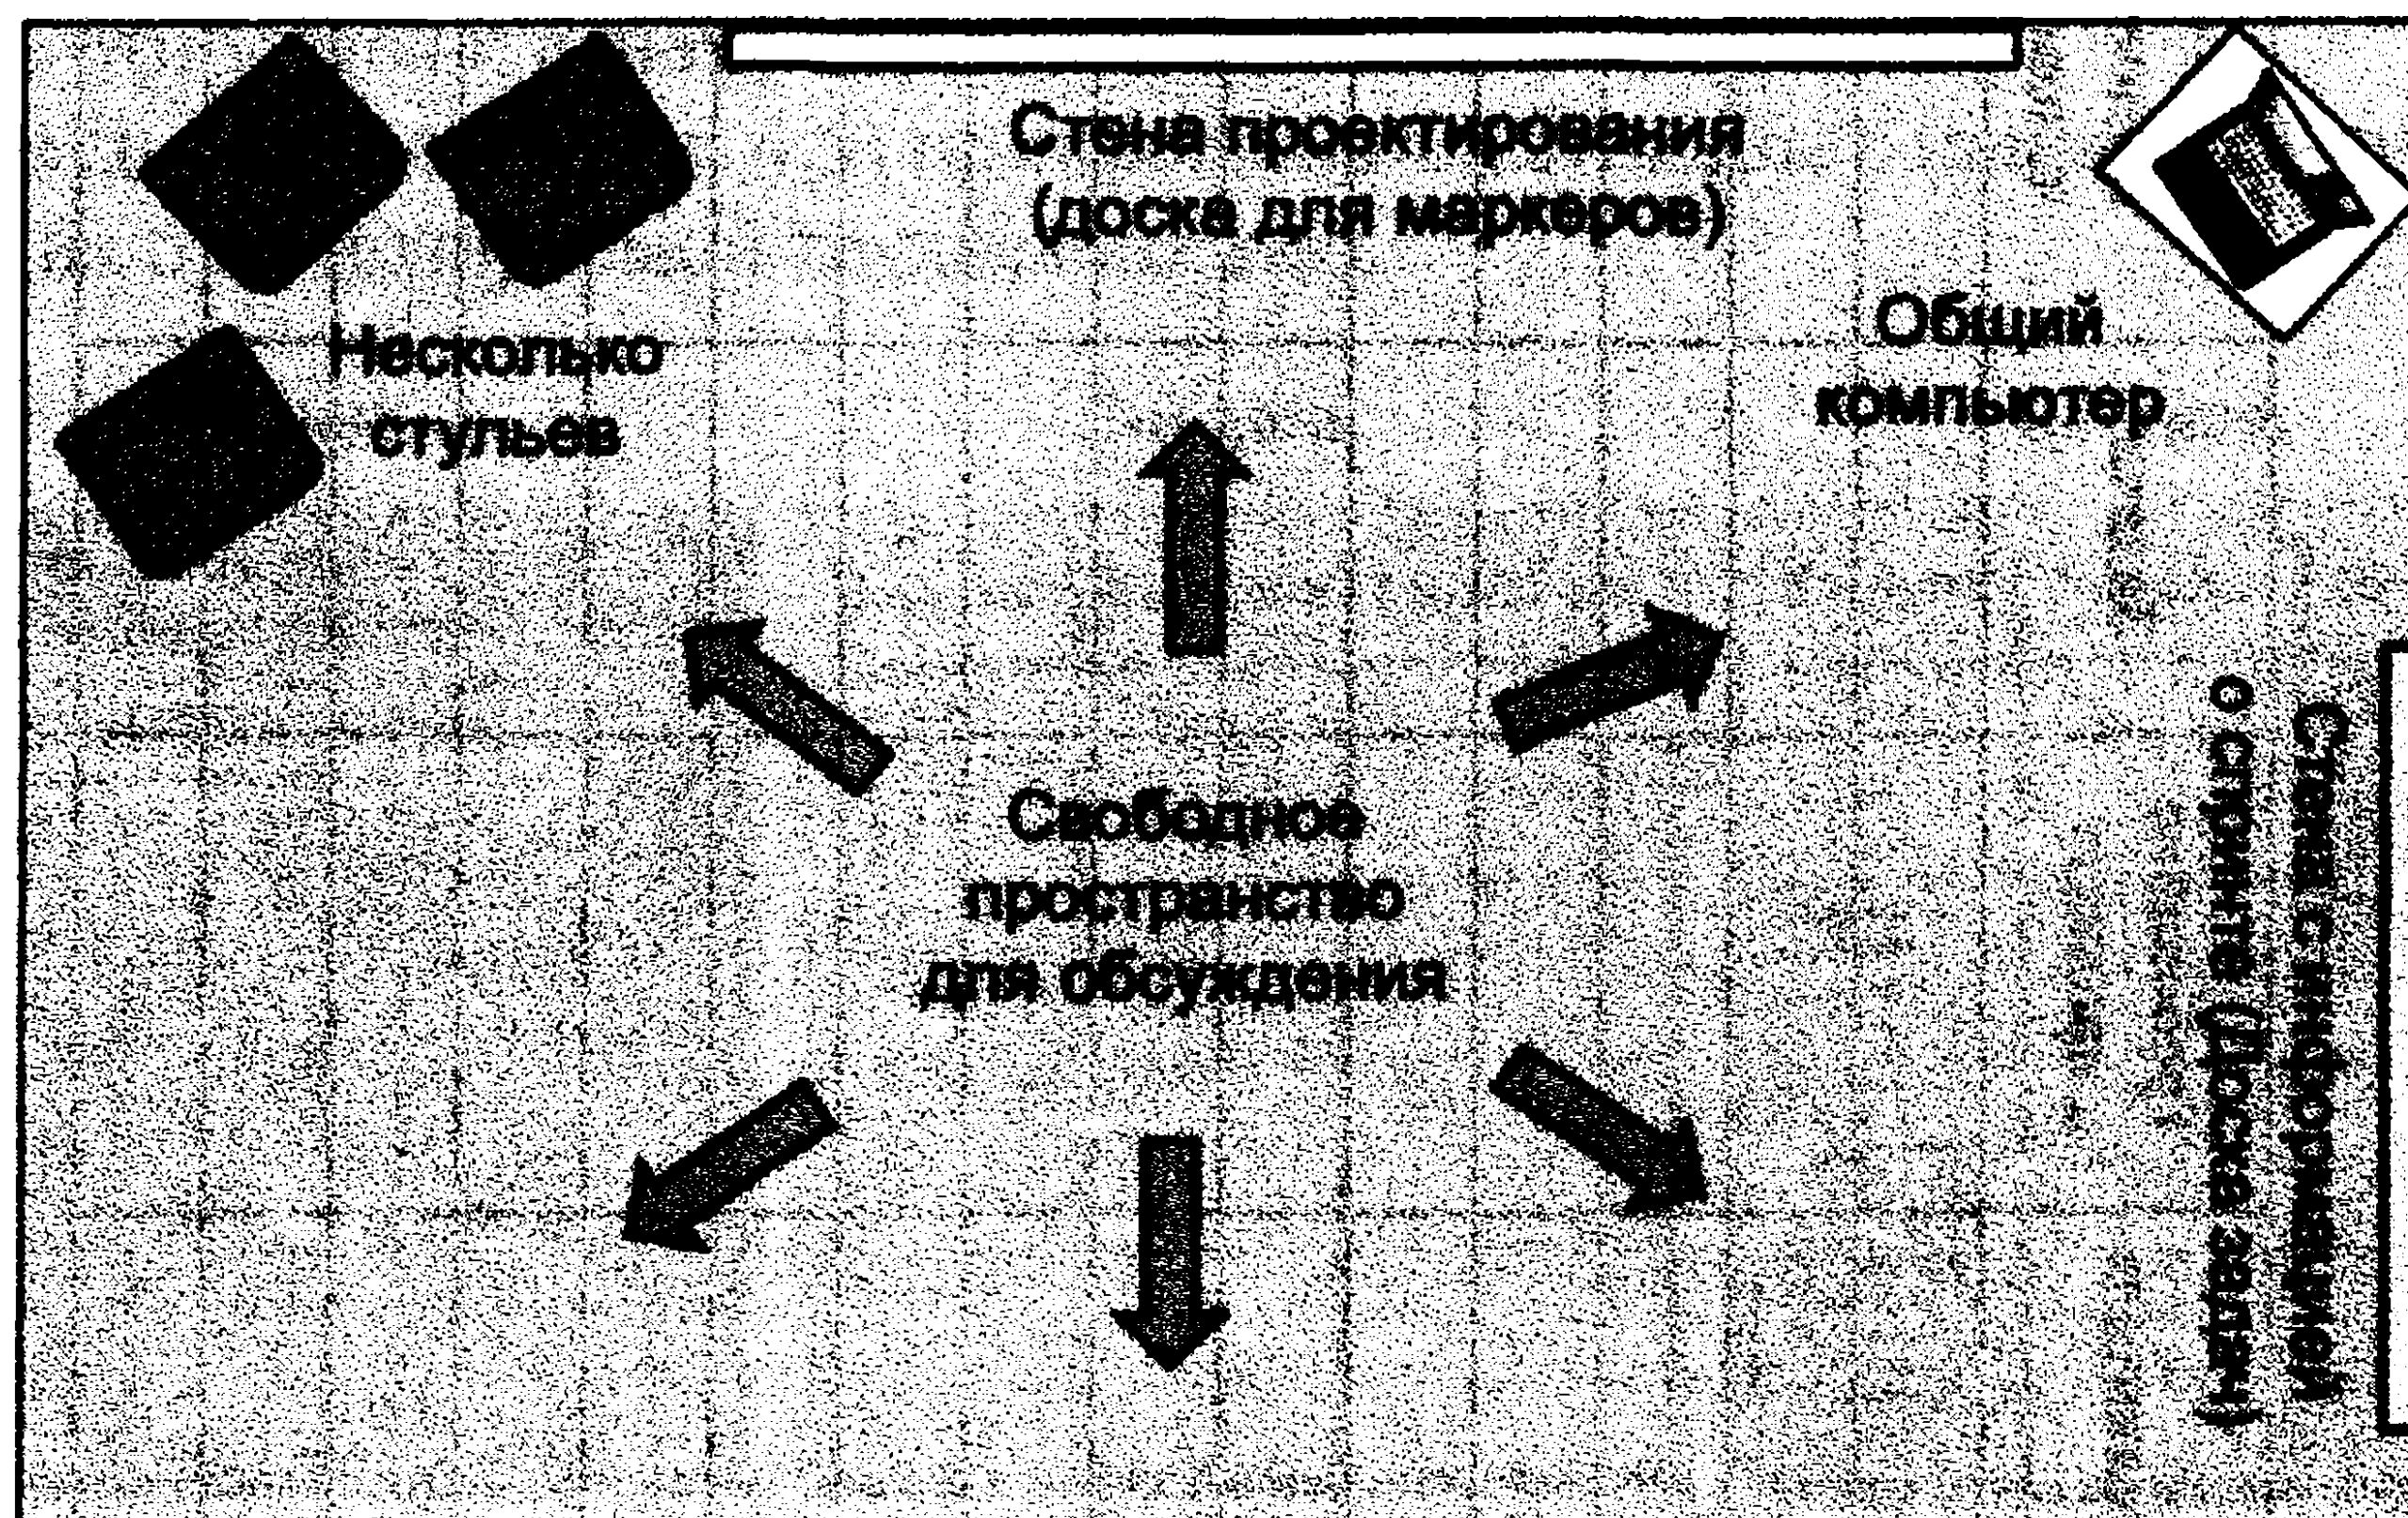

Рис. 4.4. Примерное обустройство комнаты для совещаний
- проводится у Доски задач (рис. 4.4).